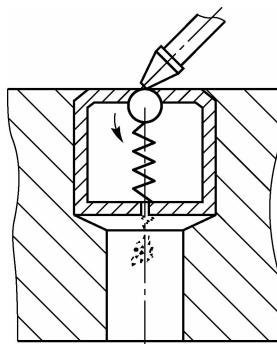

图 1-5 弹子油杯润滑
- (4) 弹子油杯润滑, 如图 1-5 所示。润滑尾座、中滑板、小滑板的手柄转动轴承处, 每班一次。